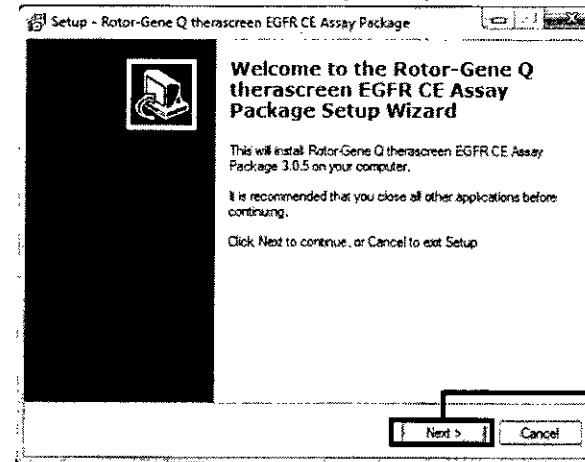

Ilustración 41. Cuadro de diálogo "Setup Wizard" (Asistente para la configuración) (1 = botón "Next" [Siguiente])
4. Se abre el asistente para la configuración de *therascreen* EGFR CE Assay Package. Haga clic en "Next" (Siguiente) para continuar (ilustración 41).